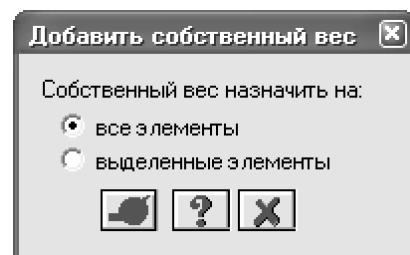

Рис.2.9. Диалоговое окно Добавить собственный вес
- Для задания нагрузки от собственного веса плиты, вызовите диалоговое окно **Добавить собственный вес** с помощью пункта меню **Нагрузки ⇒ Добавить собственный вес** (рис. 2.9).